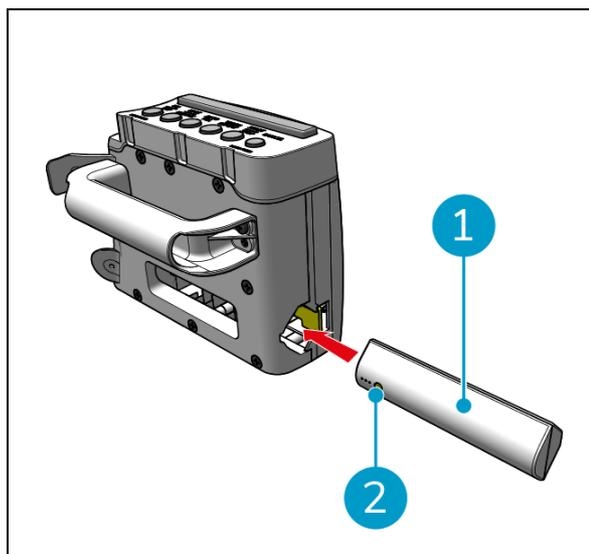

Figure 12
4. Appuyez sur le bouton d'alimentation (Figure 12, pos. 2) sur la batterie du contrôleur de poignée (Figure 12, pos. 1) pour le mettre en marche.